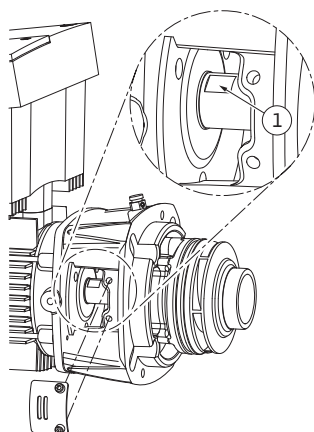

Fig. 52: Spianature per chiave sull'albero
15. Introdurre nella finestra della lanterna una chiave fissa, apertura ottimale della chiave 22 mm, e tenere fermo l'albero dalle spianature per chiave (fig. 52, pos. 1). Svitare il dado girante (fig. 7, pos. 15). La girante (fig. 7, pos. 16) viene estratta automaticamente dall'albero.
24. Per il montaggio della girante introdurre nella finestra della lanterna una chiave fissa, apertura ottimale della chiave 22 mm, e tenere fermo l'albero dalle spianature per chiave (fig. 52, pos. 1).